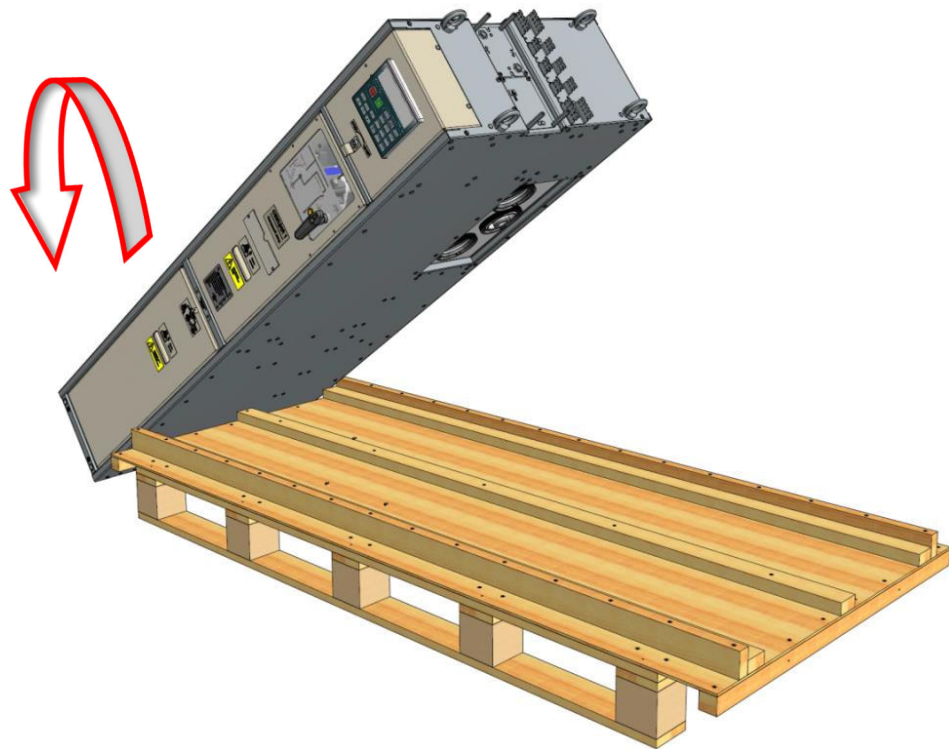

Рис.3.4. Установка шкафа в вертикальное положение
3. Перед поднятием шкафа, снять боковые стенки упаковки, надрезать пленку в области дна шкафа, извлечь монтажные комплекты, кроме ШТ на базе TER_SP15_Etalon_2 (для ШБП необходимо извлечь еще АКБ, которые расположены по фронтальной части, упакованного шкафа). В случае если шкаф ШТ на базе TER_SP15_Etalon_2, монтажные комплекты необходимо извлекать в уже поднятом положении, открыв дверь КО, в порядке указанном на самой двери. Поднять шкаф и установить его на пол, рисунок 3.4.